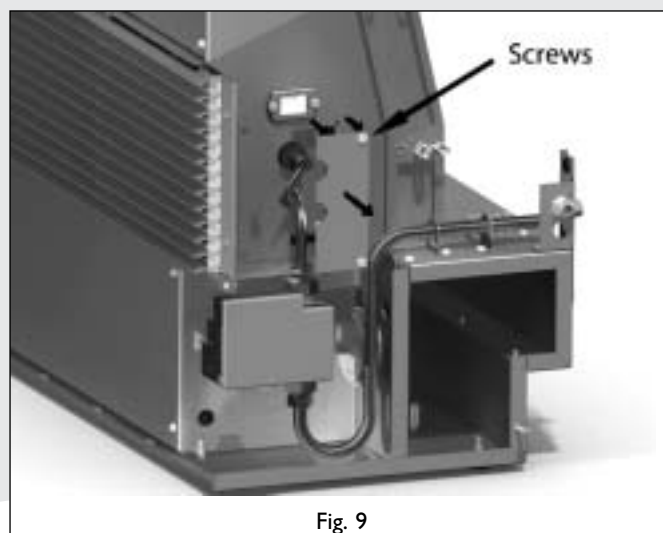

Fig. 9
- Dévissez les 4 vis des plaques de couverture autour du conduit à gaz et de la broche d'allumage (voir la fig. 9).